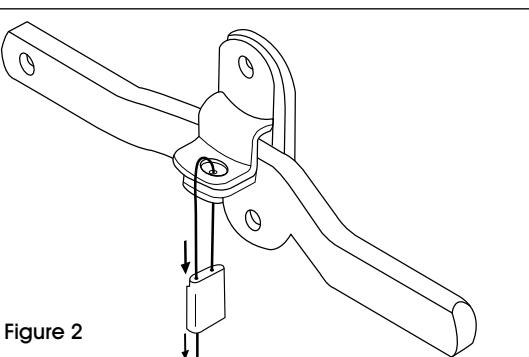

Figure 2
4. Feed long end of cable down through opening in the locking device until a substantial length of cable protrudes. (See Figure 2)
4. Faites passer la longue extrémité de câble à travers l'ouverture du dispositif de verrouillage de l'autre main jusqu'à ce qu'une longueur considérable de câble en dépasse. (Voir Figure 2)